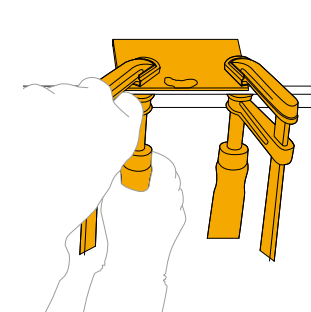

Abb. 6
- in der beschädigten Zone ein Plexiglasplättchen mit den Klemmen an der Platte befestigen (Abb. 6);